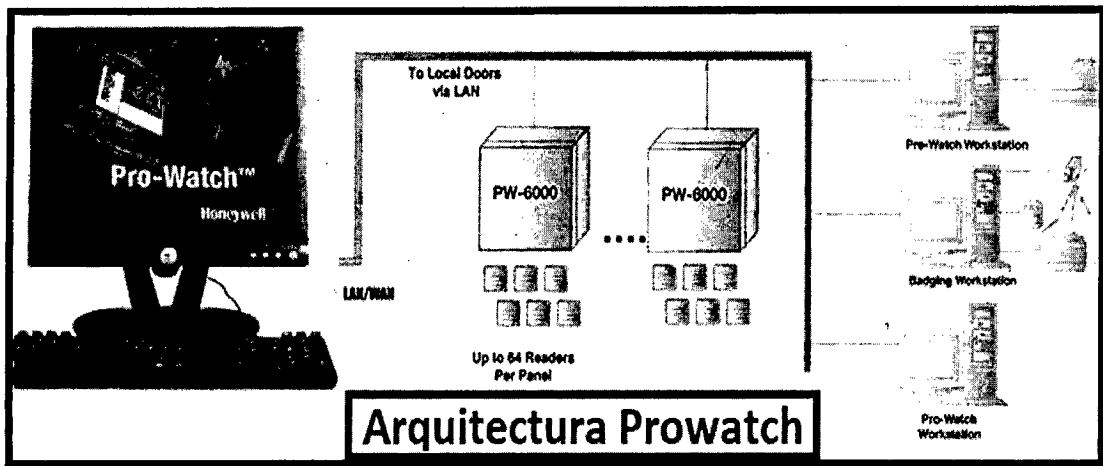

Imagen 1. Arquitectura General Accesos.
- 2) La arquitectura del software de control de accesos es cliente-servidor, donde el servidor es la estación de trabajo donde esta almacenada la Base de datos de los tarjeta habitantes y los clientes son las estaciones de trabajo de los operadores de la central de monitoreo, en la imagen 1, se describe a grandes rasgos la arquitectura del sistema, que en el caso del Hospital Pablo Tobón está compuesta por 8 controladoras PW-6000 y las sio-board respectivas.